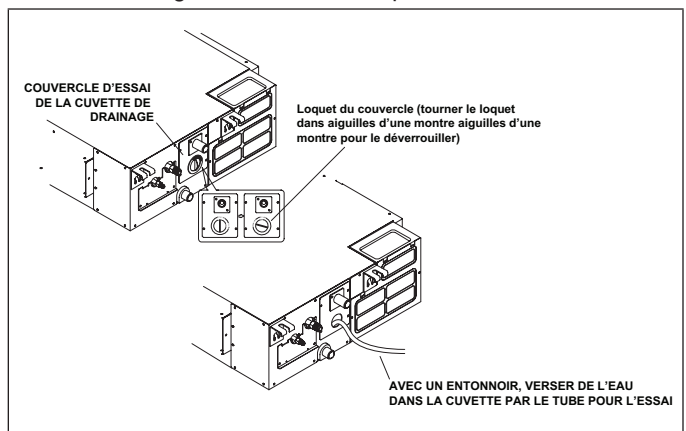

Figure 13. Essai de drainage du condensat
6. Si l'unité est installée dans une application comprenant un plafond en plaques de plâtre, il est obligatoire qu'un panneau d'accès soit installé dans un endroit convenable. Ce panneau sera aussi nécessaire en cas de maintenance. L'accès est nécessaire au cours de la mise en service pour tester le système d'élimination du condensat. Voir «Figure 13. Essai de drainage du condensat» à la page 10.